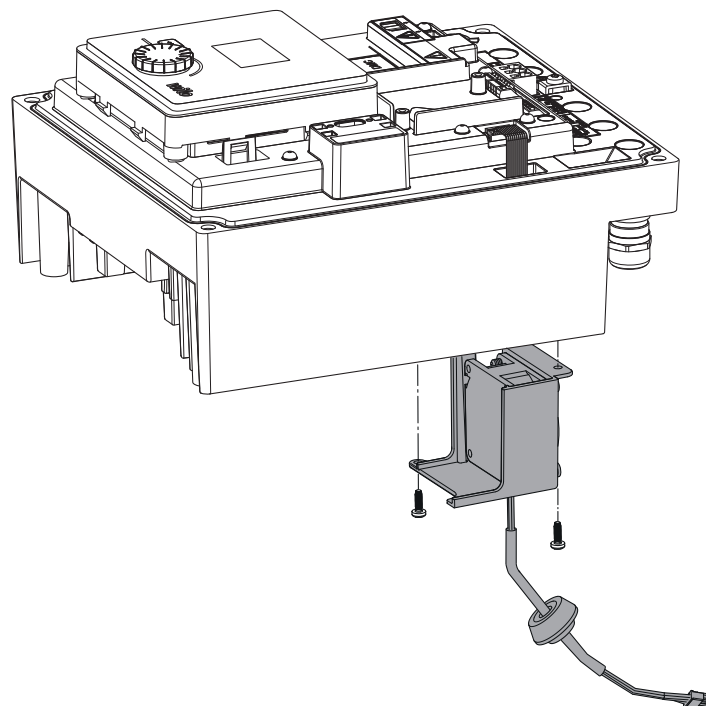

Fig. 48: Vyměňte ventilátor modulu včetně kabelu a pryžového těsnění
- Vyměňte ventilátor modulu a uvolněte kabel s pryžovým těsněním ze spodního dílu modulu (Fig. 48).